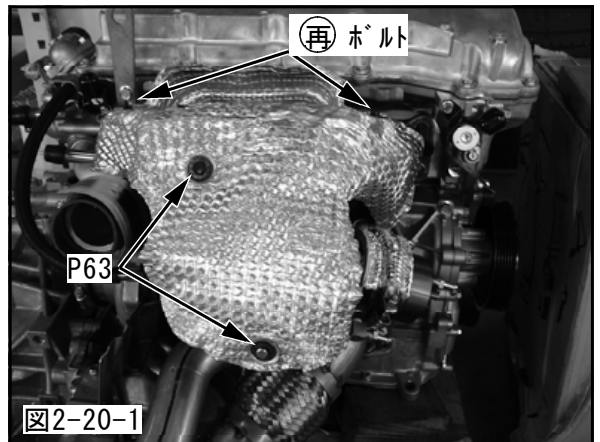

図2-20-1
(2) エキゾーストマニホールドカバーをエキゾーストマニホールド及び2-19. で取付けたエキゾーストマニホールドカバーステーNo.1, No.2に取付けてください。(図2-20-1)